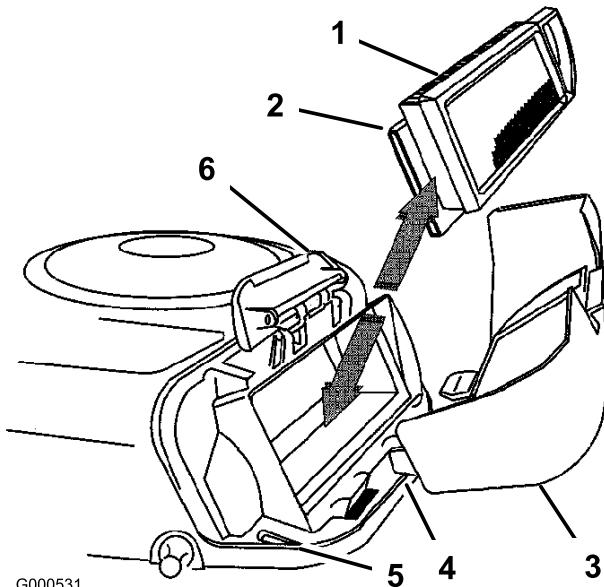

Figura 22
4. Estraete con cautela l'elemento in schiuma sintetica e l'elemento di carta dal convogliatore (Figura 22).
- Allineate le linguette del coperchio del filtro dell'aria con le fessure del convogliatore (Figura 22). Agganciate il manico sul coperchio, quindi premete sul manico per fissare saldamente il coperchio.